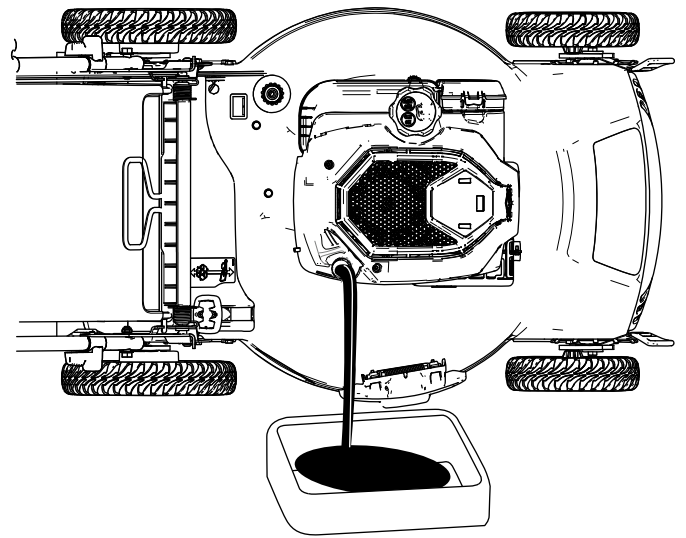

Bild 28
4. Kippen Sie die Maschine seitlich (Luftfilter nach oben), um das Altöl aus dem Öleinfüllstutzen abzulassen (Bild 28).